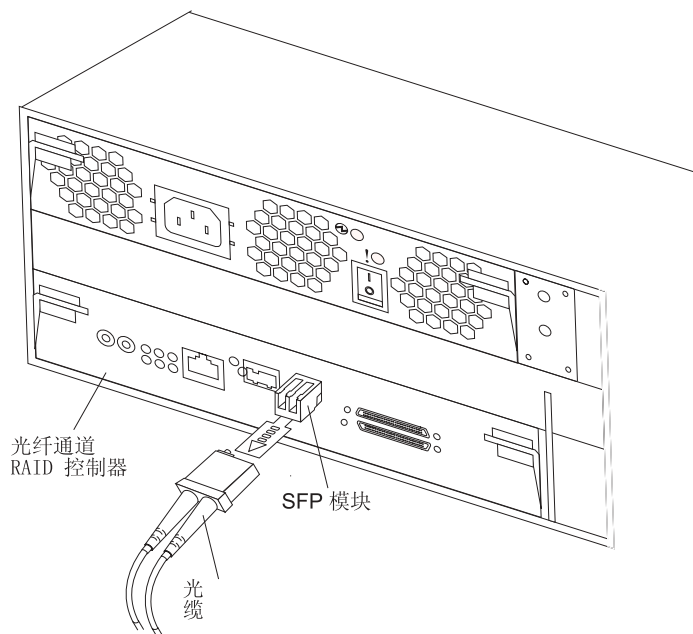

图 35. 将光缆连接到已安装的 SFP 模块
3. 如图 35 所示，将光缆连接到已安装的 SFP 模块。